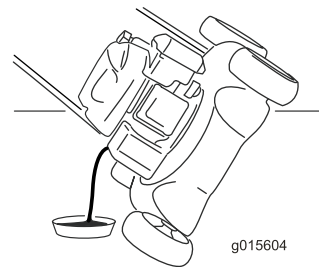

Bild 26
- Kippen Sie den Rasenmäher seitlich (Peilstab nach unten), um das Altöl über das Öleinfüllrohr abzulassen (Bild 26).